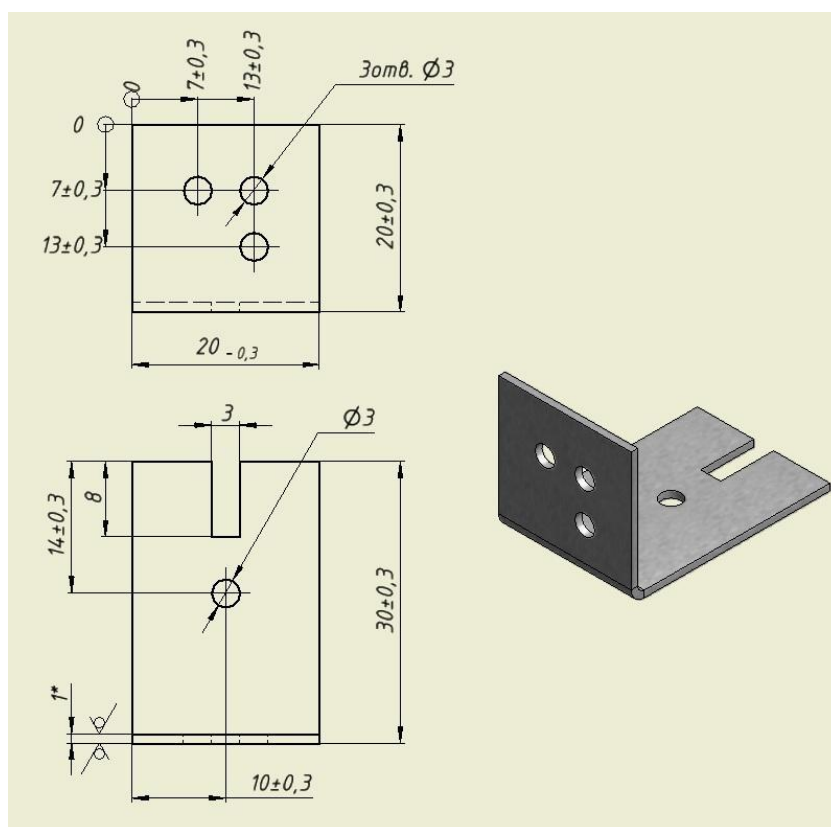

Рис. 2.5. Габаритные и установочные размеры угольника
- 2) Закрепить линзы ВОД в отсеках ячейки. Крепление ВОД осуществляется с помощью входящих в комплект поставки угольников, пластиковых стяжек и заклепок (саморезов). Габаритные и установочные размеры угольника приведены на Рис. 2.5.